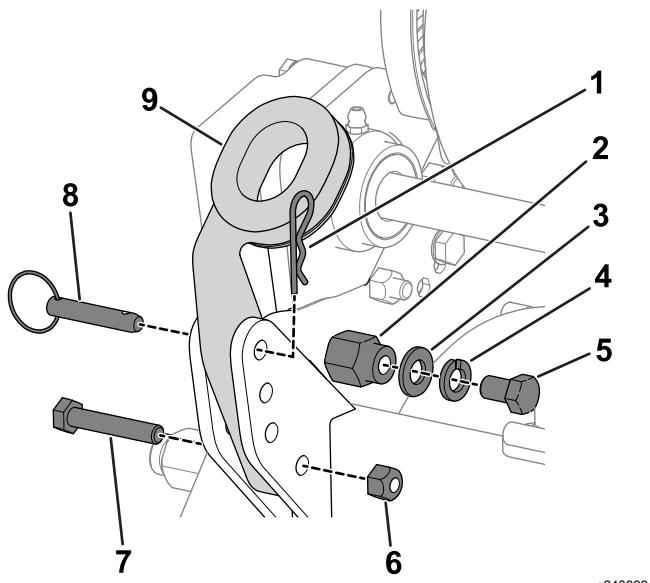

Figura 3
1. Retire los pernos (5/16"), las contratuerca, los pasadores de anilla y las chavetas que sujetan la parte inferior de los brazos del manillar a cada lado de la máquina (Figura 3).
2. Retire los pernos (%"), las arandelas y las arandelas de freno de los pasadores de montaje a cada lado de la máquina (Figura 3).
3. Introduzca los extremos del manillar por los taladros de los brazos del manillar y alinee los taladros con los pasadores de montaje (Figura 3).
6. Utilice los pernos (5/16"), las contratuerca, las chavetas y los pasadores de anilla que retiró anteriormente para fijar los brazos del manillar a la parte trasera del bastidor (Figura 3).